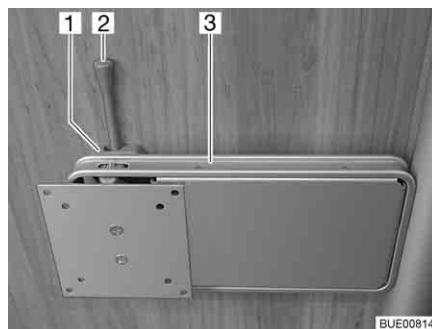

Bild 51 Halterung an Säule
- Den Entriegelungshebel (Bild 51,2) zur Seite drücken und die Halterung (Bild 51,3) mit dem Flachbildschirm in die gewünschte Position drehen.
- Den Flachbildschirm zurückdrehen, bis die Halterung (Bild 51,3) in die Verriegelung (Bild 51,1) einrastet.